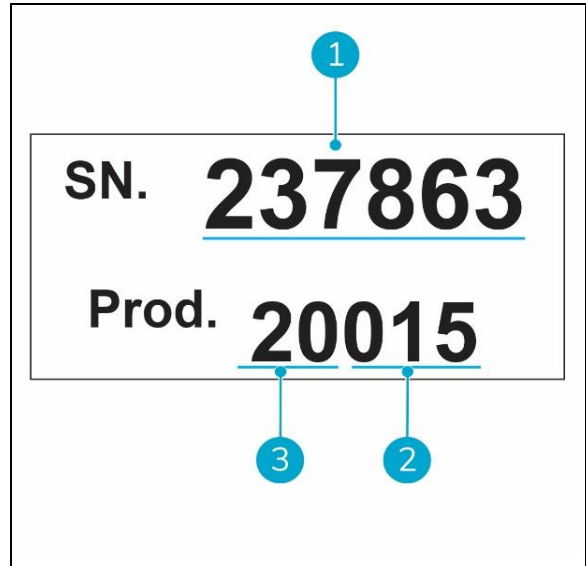

Figura 3
- Número de serie (Figura 3, pos. 1).
- Día de producción (Figura 3, pos. 2).
- Año de producción (Figura 3, pos. 3).